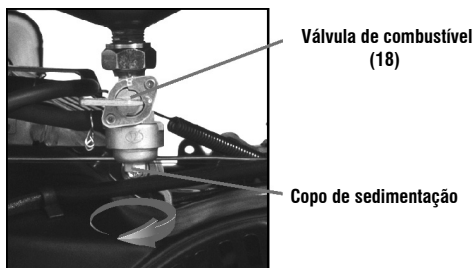

Fig. 23 – Removendo o copo de sedimentação
- Com auxílio de uma chave, remova o copo de sedimentação (fig. 23);